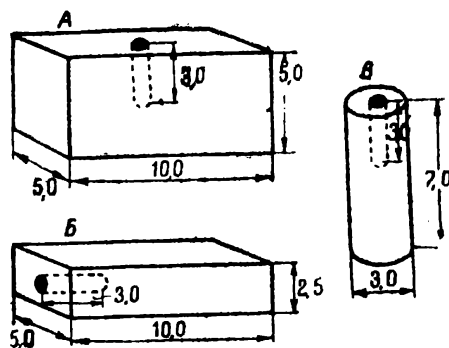

Рис. 1. Толовые шашки (размеры в см):
4. Тол прессованный и плавленный (рис. 1) применяется в пашках размерами: